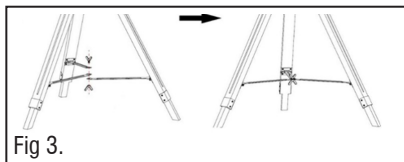

Fig 3.
3.2.1.5. Ouvrez les pieds pour connecter les trois tuyaux de liaison métalliques à l'aide de l'écrou à oreilles. Montré sur la Fig.3.